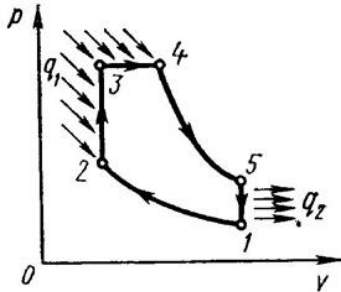

Рис. 7.5. Цикл двигателя внутреннего сгорания со смешанным подводом теплоты
2). Идеальный цикл ДВС со смешанным подводом теплоты при постоянном объеме (безкомпрессорные дизели). Диаграмма цикла показана на рис.7.5.